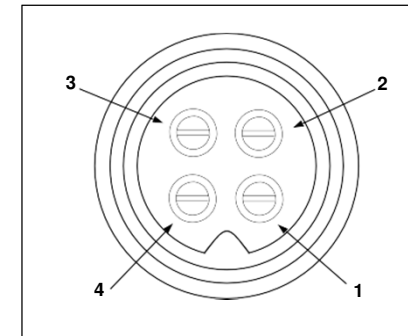

Fig. 4. Números de pinos de plugue de microfone vistos da parte de trás do receptáculo de pinos.
5. Os fios devem agora ser soldados aos pinos, como indicado nas tabelas de fiação acima. Se um torno ou ferramenta de fixação estiver disponível, ele deve ser usado para segurar o corpo do receptáculo do pino durante a operação de solda, para que ambas as mãos estejam livres para realizar a solda. Se um torno ou uma ferramenta de fixação não estiver disponível, o corpo do receptáculo pode ser mantido em uma posição estacionária inserindo-o no conector do microfone no painel frontal. Os números dos pinos do conector do microfone são mostrados na Fig. 4, como vistos na parte de trás do conector. Antes de soldar o fio aos pinos, pré-liga o receptáculo de fio de cada pino do plugue.